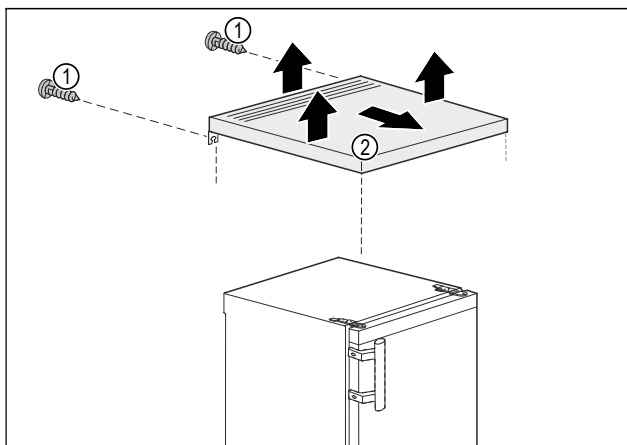

Fig. 3
- Удалите винты Fig. 3 (1) с задней стенки.
- Приподнимите верхнюю панель Fig. 3 (2) сзади.
- Сдвиньте верхнюю панель Fig. 3 (2) вперед.
- Снимите верхнюю панель Fig. 3 (2) движением вверх.
- Верхняя панель Fig. 3 (2) снята.